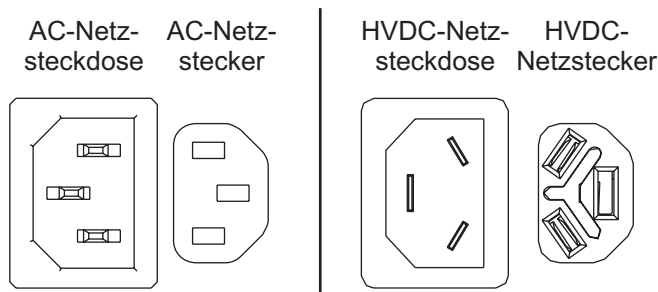
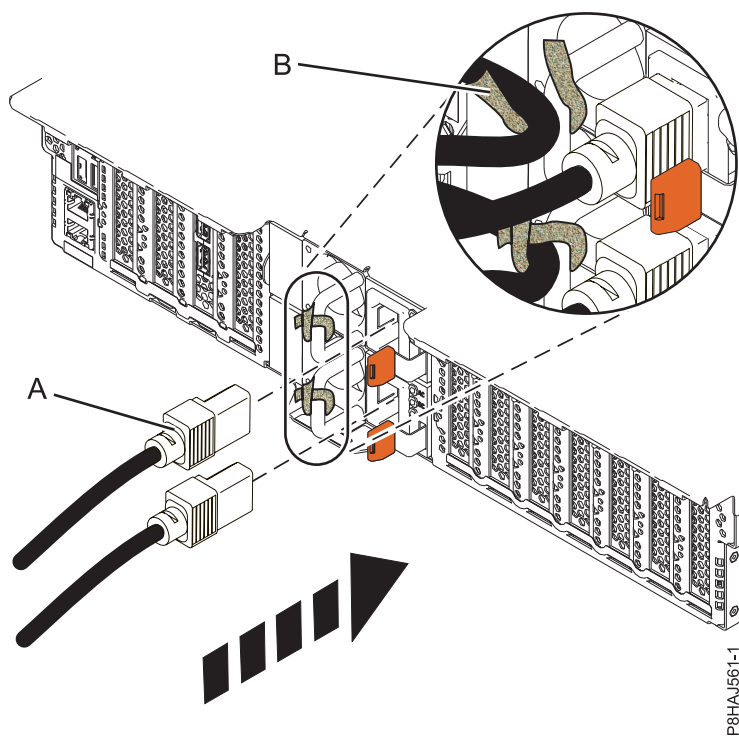
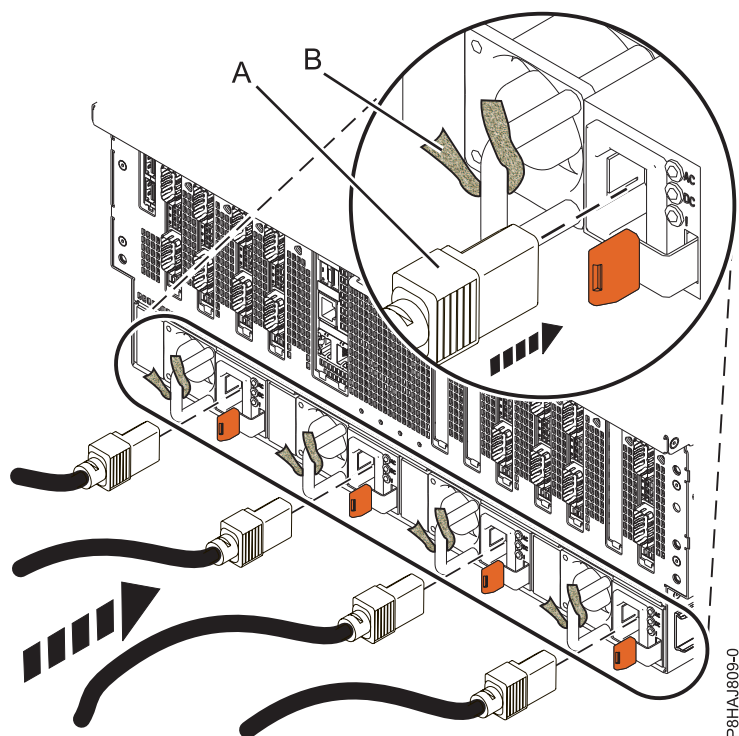

Abbildung 80. AC- und HVDC-Anschlüsse
Abbildung 84. Netzkabel an ein System vom Typ 5148-21L, 5148-22L, 8247-21L, 8247-22L, 8284-21A oder 8284-22A anschließen
Abbildung 85. Netzkabel an ein System vom Typ 8408-44E oder 8408-E8E anschließen
2. Schließen Sie die Netzkabel (A) wieder an die Systemeinheit an. Siehe Abbildung Abb. 83 auf Seite 91, Abb. 84 auf Seite 92 oder Abb. 85 auf Seite 92 (abhängig von Ihrem Systemtyp). In Abb. 80 werden die unterstützten Anschlüsse für den Wechselstrom (Alternate Current, AC) und den Hochspannungs-